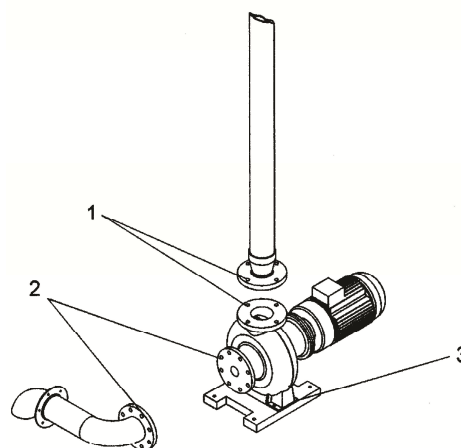

Fig. 22
- b) Dismounting the impulse pump: To dismount the impulse pump disconnect the flanges of the secondary circuit pipe (fig. 22/1), of the suction pipe (fig 22/2) and the bedplate fastening (fig 22/3).
- b) Démontage de la pompe: Pour démonter la pompe, découpler les brides du tuyau du circuit secondaire (fig. 22/1) et du tuyau d'aspiration (fig. 22/2) et les fixations du bâti (fig. 22/3).
- Desmontaje de la bomba de impulsión: Para desmontar la bomba de impulsión, desacoplar las bridas de la tubería del circuito secundario (fig. 22/1) y del tubo de aspiración (fig. 22/2) y las sujeciones de la bancada (fig. 22/3).